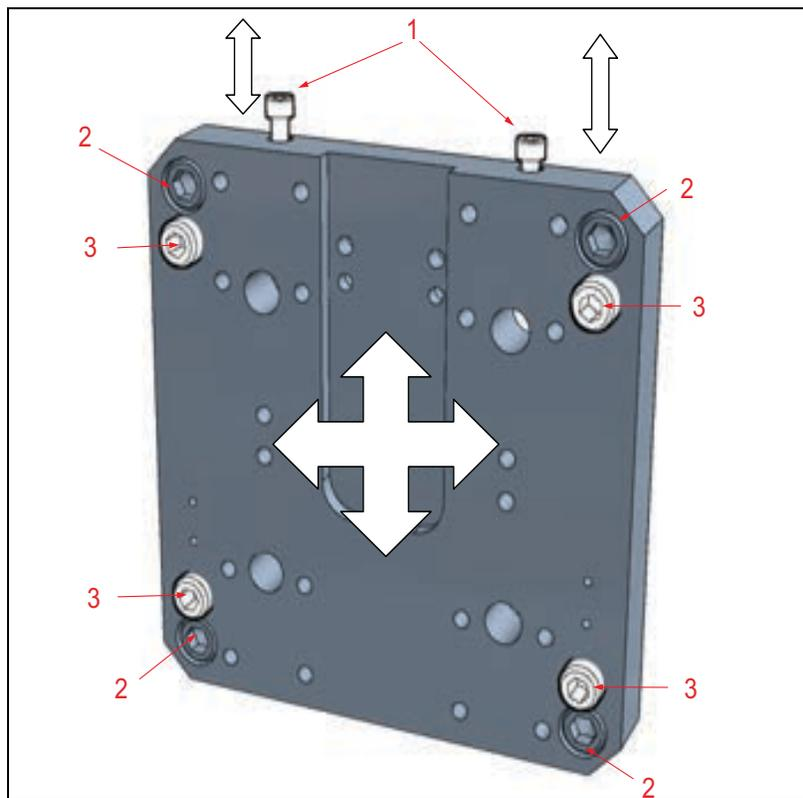

ABBILDUNG 4-5. FRÄSKOPF-MONTAGEPLATTE UND UMSETZPUNKTE
- a) Die vier Zylinderschrauben so lösen, dass sie nur leicht anliegen (zwischen 1-4 Nm ([1-3 ft-lb]), wie in Abbildung 4-5 dargestellt, sodass die Platte mithilfe der Umsetz-Stellschrauben verstellt werden kann.
Auf jeder Seite des Fräskopfes befinden sich zwei Zylinderkopfschrauben, die in der Mitte der in Abbildung 4-5 gezeigten Umsetzplatte montiert sind.